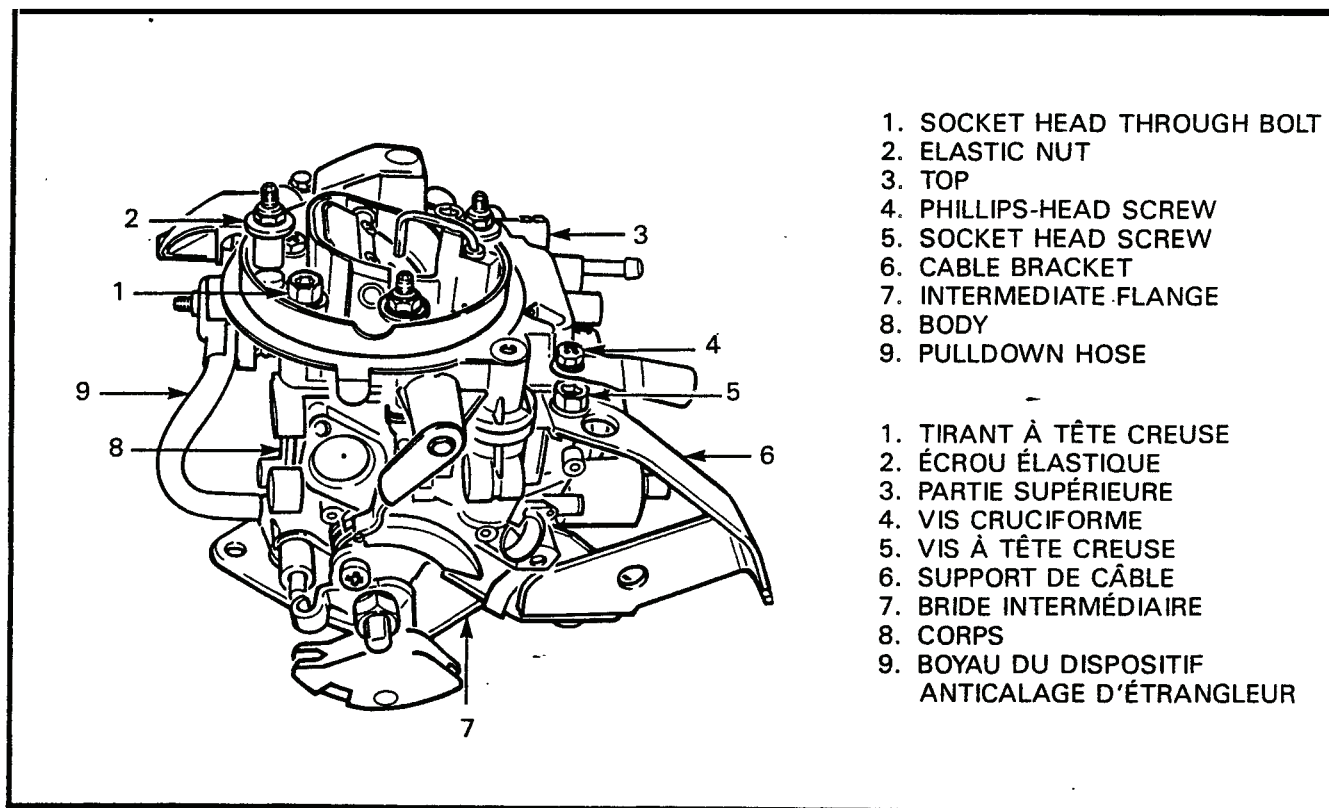

Figure 2-1-3 Carburetor
- a. See Figure 2-1-3 and disassemble the carburetor into sub-assemblies:
- (1) Remove the socket head screw (5) and spring washer from the accelerator cable bracket (6).
- a. Voir figure 2-1-3 et démonter le carburateur en ses sous-ensembles:
- (1) Enlever la vis à tête creuse (5) et la rondelle à ressort du support du câble d'accélérateur (6).